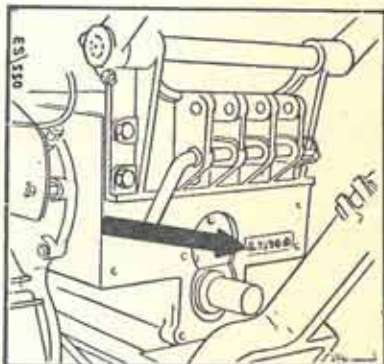

Fig. 2 - NUMERO DEL TRATTORE
**NUMERO DEL TRATTORE** — E' stampigliato sulla parete posteriore della scatola cambio, di fianco alla presa di forza (Fig. 2).